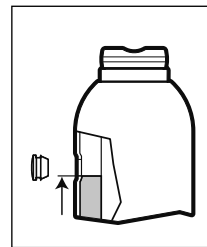

図6 - オイルレベル、GBJ-100を除く全モデル
3. GBJ-100を除く全モデル:オイルレベルがオイル充填穴の下側あたりになるまで充填します。図6を参照してください。
注意:充填しすぎないでください!ラムを完全に戻してジャッキを直立させた状態で、オイルレベルが図6または